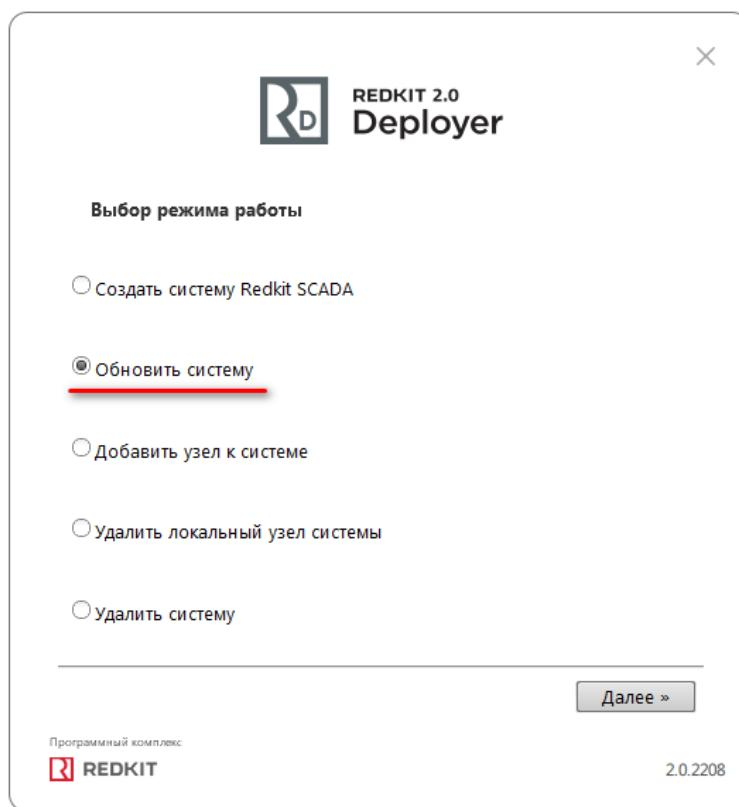

Рисунок 210 - Обновление системы
2. Выберите соответствующий режим (Рисунок 210). Нажмите **Далее**.